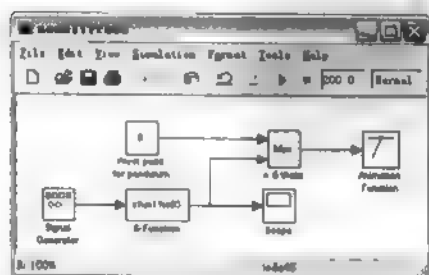

图 11.16 连接动画显示模块的 Simulink 模型
- (10) 引进单摆动画模块。
- 将其中的 Animation Function 模块, Pivot point for pendulum 以及 x&theta 模块复制到 model11to05.mdl 模型窗口, 进行相应的连接, 模型如图 11.16 所示。